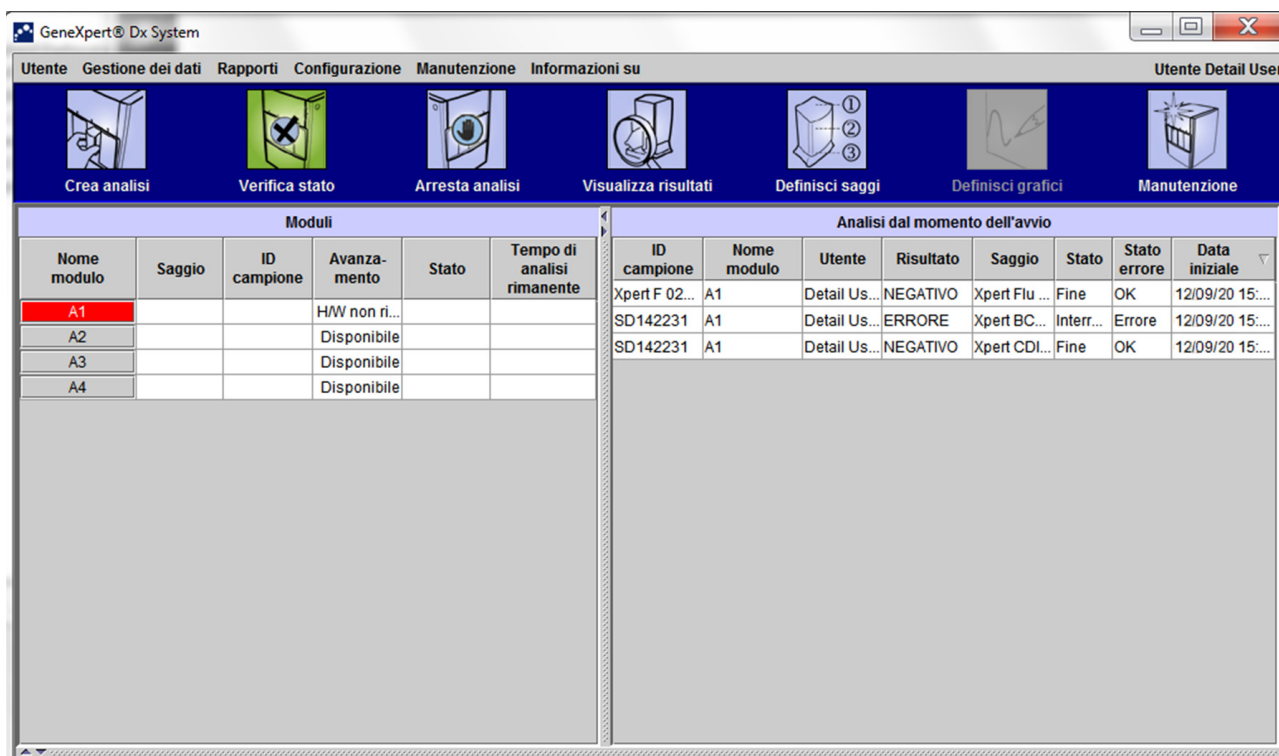
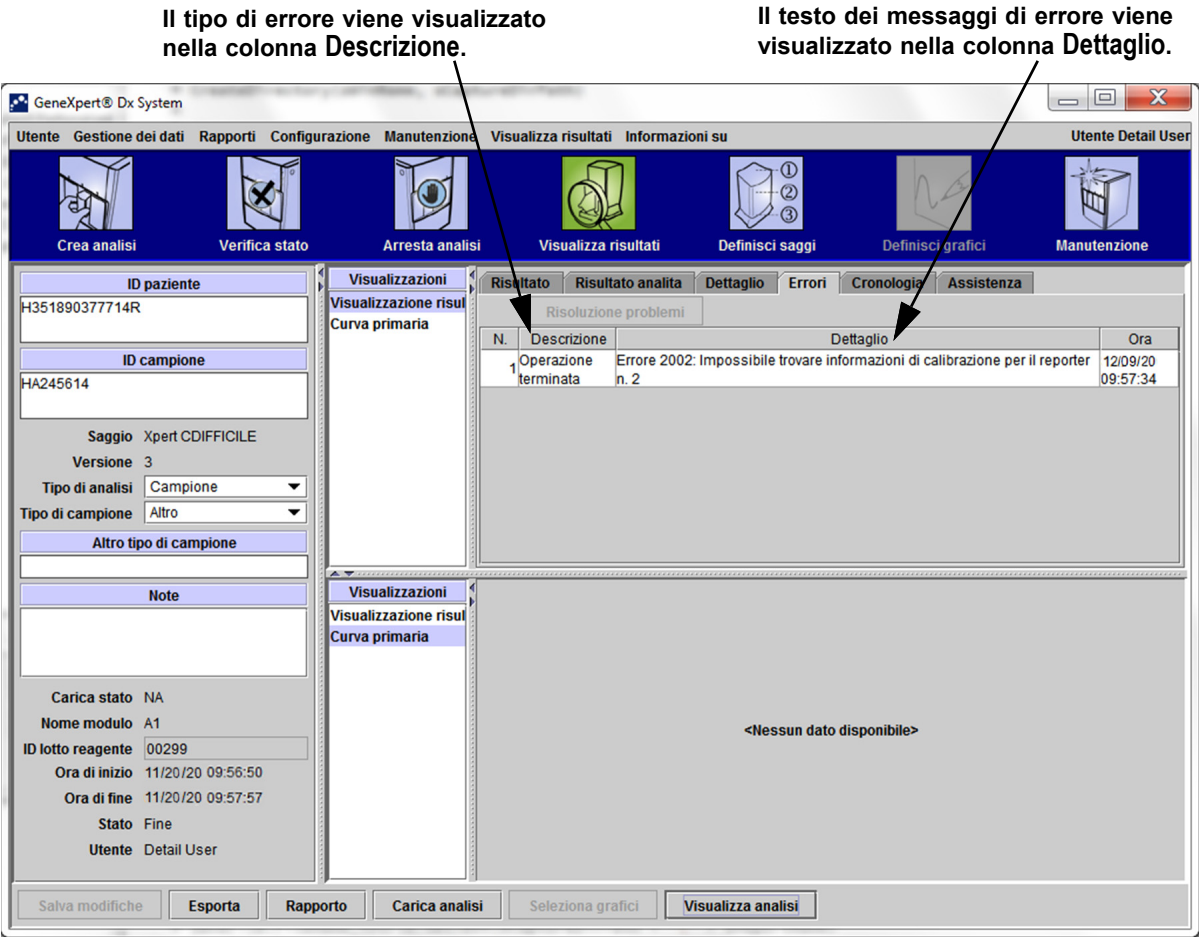

Figura 9-40. Finestra GeneXpert Dx System—Verifica stato
Figura 9-41. Finestra GeneXpert Dx System—Visualizza risultati, scheda Errori con vista degli utenti avanzati e dell'amministratore
- **Sezione 9.19.2.5, Errori dell'analisi post-sessione:** errori che si verificano durante il processo di riduzione dei dati. Tutti gli errori sono visualizzati nella finestra Verifica stato (vedere la Figura 9-40). I dettagli relativi agli errori specifici del test possono essere visualizzati inoltre nella scheda **Errori** della finestra Visualizza risultati (vedere la Figura 9-41).
Nella Tabella 9-3 sono elencati gli errori che potrebbero essere visualizzati durante un test non interrotto. Questi messaggi di errore indicano che si sono verificati alcuni errori non critici che richiedono l'attenzione dell'utente, nonostante il sistema abbia portato a termine il test e salvato i risultati. Tali messaggi di errore vengono visualizzati nella finestra Visualizza risultati (vedere la Figura 9-41). Per contattare l'Supporto tecnico di Cepheid vedere la sezione Assistenza tecnica nella Prefazione per le informazioni di contatto.
Nella Tabella 9-4 sono elencati gli errori che vengono talvolta visualizzati quando un test viene interrotto. I messaggi di errore relativi all'interruzione di un'operazione sono visualizzati nella finestra Visualizza risultati. Vedere la Figura 9-41. Per contattare l'Supporto tecnico di Cepheid vedere la sezione Assistenza tecnica nella Prefazione per le informazioni di contatto.
Nella Tabella 9-5 sono elencati gli errori che vengono talvolta visualizzati durante il processo di caricamento della cartuccia. I messaggi di errore relativi al caricamento della cartuccia sono visualizzati nella finestra Verifica stato. Vedere la Figura 9-40.
Nella Tabella 9-6 sono elencati gli errori che vengono talvolta visualizzati durante il processo di autotest. I messaggi di errore relativi all'autotest sono visualizzati nella finestra Verifica stato. Vedere la Figura 9-40. Per contattare l'Supporto tecnico di Cepheid vedere la sezione Assistenza tecnica nella Prefazione per le informazioni di contatto.
Nella Tabella 9-7 sono elencati gli errori che vengono talvolta visualizzati durante il processo di analisi post-sessione (riduzione dei dati). I messaggi di errore di analisi post-sessione vengono visualizzati nella finestra Visualizza risultati (vedere la Figura 9-41). Per contattare l'Supporto tecnico di Cepheid vedere la sezione Assistenza tecnica nella Prefazione per le informazioni di contatto.